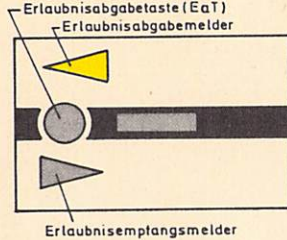

Bild 40
- (2) Die Erlaubnis wird durch Bedienen der Erlaubnisabgabegruppentaste und der Erlaubnisabgabetaaste abgegeben. Voraussetzung ist, daß keine Zugstraße auf das betreffende Streckengleis eingestellt ist, alle Blockabschnitte frei sind und keine Störung vorliegt. Mit der Erlaubnisabgabe werden die auf die Strecke weisenden Hauptsignale gesperrt. Der Erlaubnisabgabemelder leuchtet gelb, der Erlaubnisempfangsmelder wird dunkel (vgl. Bild 40).